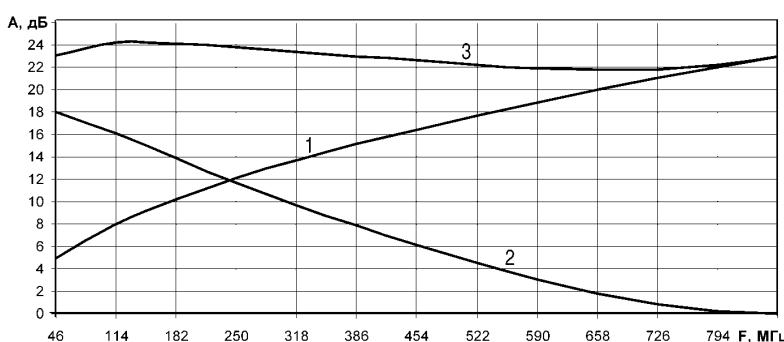

рис. 3
На **рис.3** показаны: 1 – АЧХ кабеля ComScope-540 длиной 355,5 м; 2 – АЧХ КВ с рабочим затуханием $A_n = 18$ дБ; 3 – суммарная АЧХ КВ и кабеля.
6. Для компенсации потерь в магистральном кабеле и КВ коэффициент усиления УМ должен быть не менее 25 дБ (см. рис.3), а с учетом потерь в кабеле при его старении – более 27 дБ.